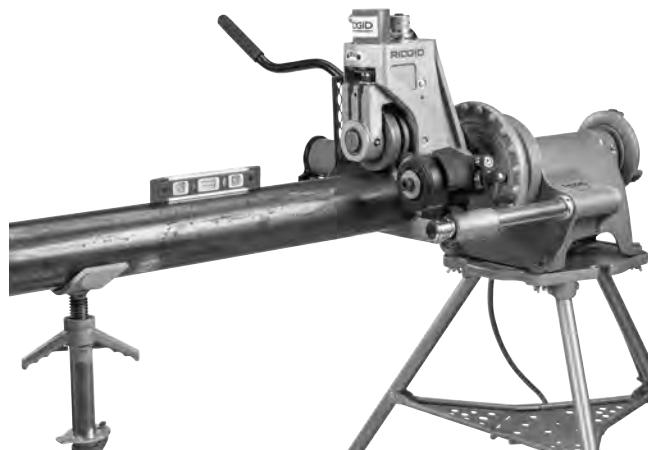

Figura 13 – Nivelación del tubo
- La recta central del tubo y la recta central del eje de mando deben estar en paralelo. Esto se puede verificar con un nivel colocado sobre el cilindro hidráulico y sobre el tubo. Vea la *Figura 13*.